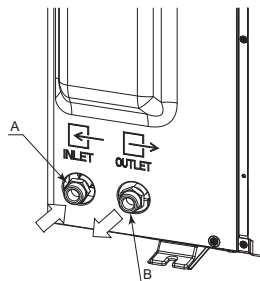

Fig. 6-1
6.1. Ligação da tubagem de água (Fig. 6-1)
- A posição dos tubos de entrada e de saída é apresentada na Fig. 6-1.
[Fig. 6-1]